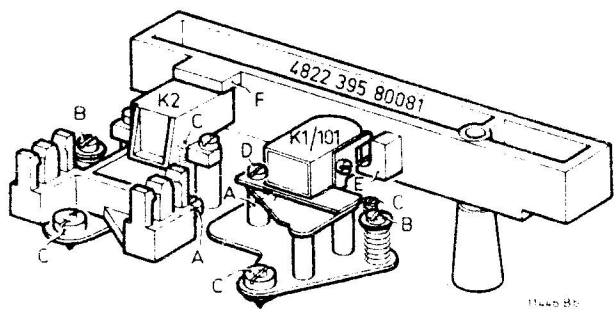

Fig. 9
i. Vervangen van de opneem/weergeefkop- of wiskopunit (Fig. 9)